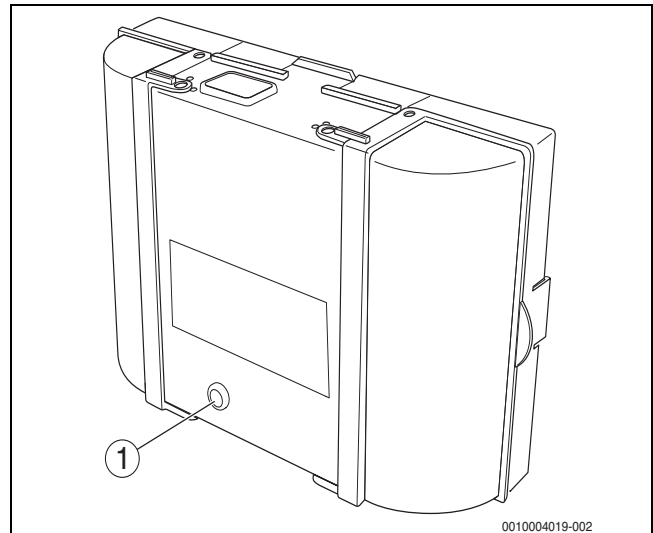

Bild 78 Störungen am Feuerungsautomaten zurücksetzen
- Taste „Entstören“ am Feuerungsautomaten drücken (→ Bild 78).